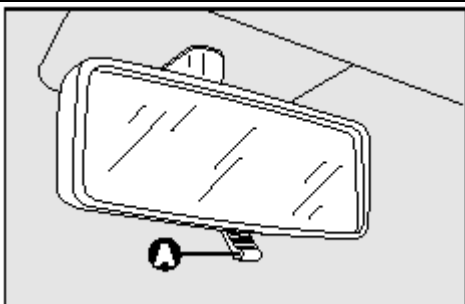

рис. 38
**ВНУТРЕННЕЕ ЗЕРКАЛО ЗАДНЕГО ВИДА** (где предусмотрено) рис. 38